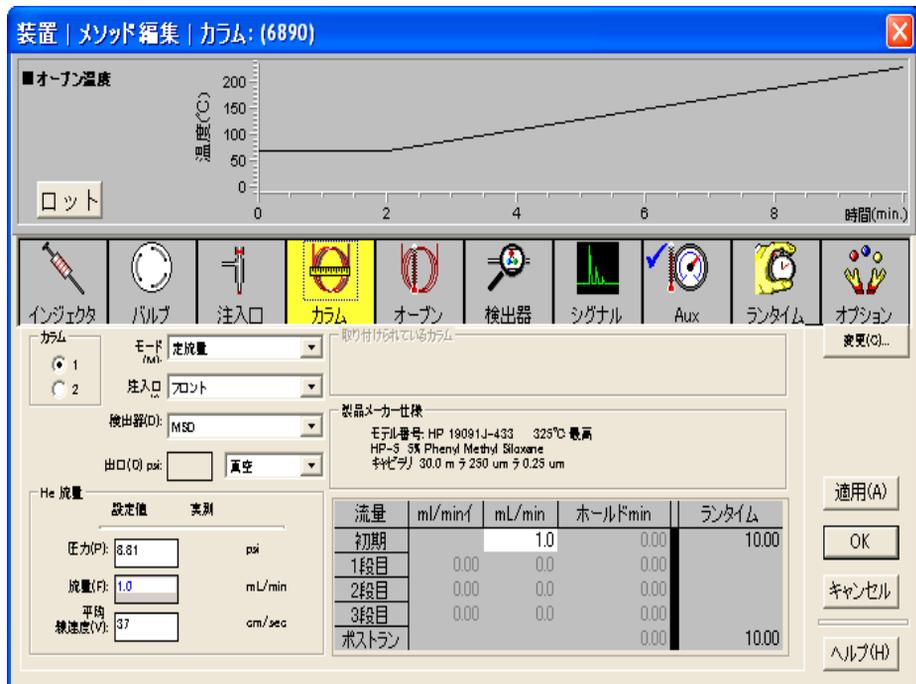

図 10 カラム流量を計算する
- 1 [装置コントロール (Instrument Control)] ビューで、[カラム (Columns)] アイコンをクリックします (図 10)。